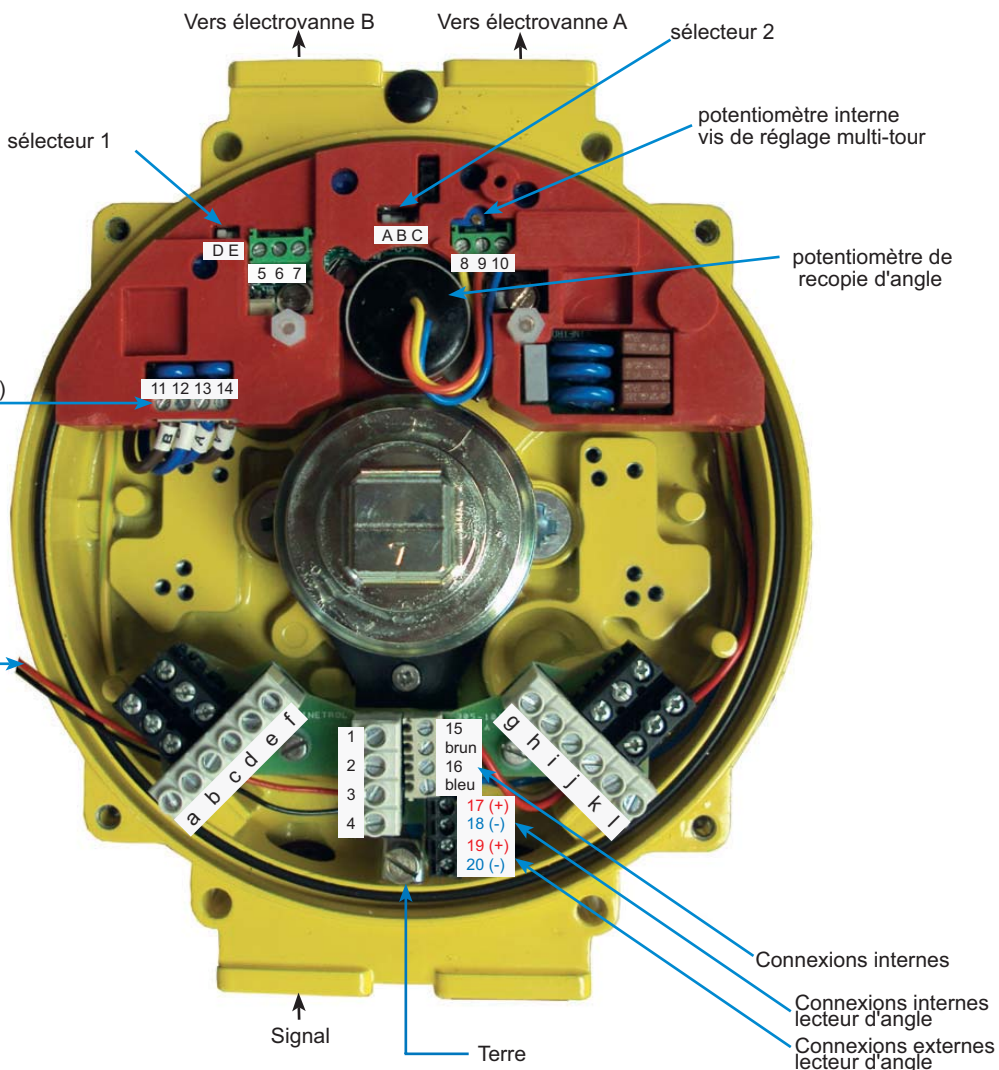

Figure 1
- sélectionner la position intermédiaire (**borne 2 figure 1**)
- ajuster la position par la vis de réglage du potentiomètre interne (**figure 1**)
- borne 5 (figure 1) - Potentiomètre externe (-)
- borne 6 (figure 1) - Potentiomètre externe curseur
- borne 7 (figure 1) - Potentiomètre externe (+)
- borne 5 (figure 1) - signal 4-20 mA (-)
- borne 6 (figure 1) - signal 4-20 mA (+)